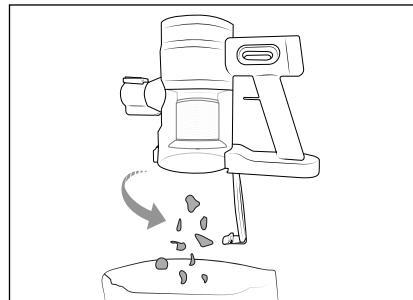

Abb. 10
- 1) Entfernen Sie bei Bedarf das Teleskopsaugrohr ⑩. Halten Sie den Staubbehälter ② in einen Abfalleimer und lösen Sie die Staubbehälterdeckel-Entriegelungstaste ④. Der Staubbehälterdeckel ③ öffnet sich und der Inhalt wird in den Abfalleimer entleert (siehe Abb. 10).